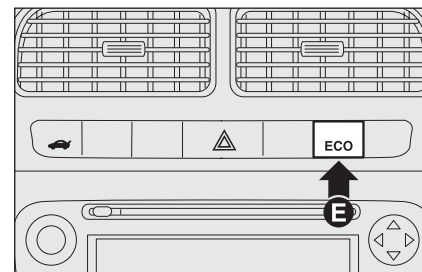

рис. 4
- ☐ полностью автоматический режим (**AUTO**): момент переключения передач определяет система управления. В этом режиме возможна активация функции **ECO** (для экономии топлива) кнопкой **E** (рис. 4) на панели приборов. Переключение передач и выбор режима работы (**MANUAL** или **AUTO**) на любой скорости осуществляется рычагом селектора.
Функция **ECO** активируется кнопкой **Е** (рис. 4) на панели приборов. При активации этой функции на дисплее отображается номер включенной передачи, надпись **AUTO** и буква **Е** (см. следующий параграф).